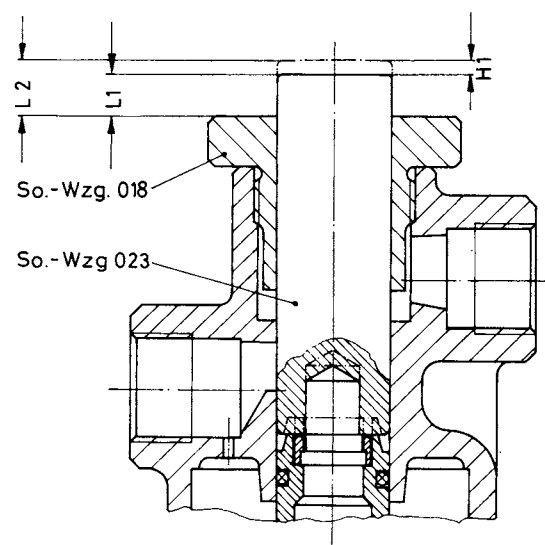

Abb. 4
c) Mit der Tiefenlehre das Maß L1 bei entspanntem Betätigungshebel messen (siehe Abb. 4)
d) Bremsventil über die Kreuzgriffschraube der Spannvorrichtung bis zum Anschlag betätigen, dann das Maß L2 messen. (siehe Abb.4)